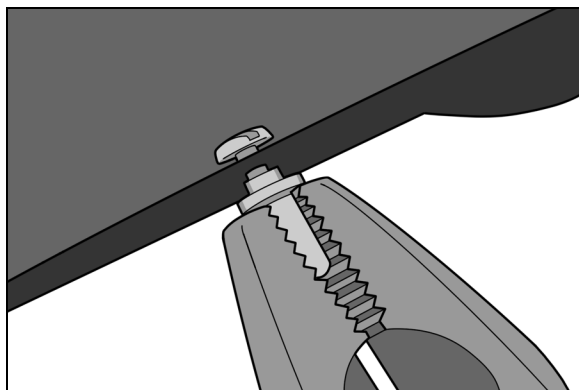

Fig. 2
2. Bruk den flate tangen til å ta tak i Bos-pinnen 2.1 på de flate sidene og dra den ned for å fjerne den. (Fig. 2).